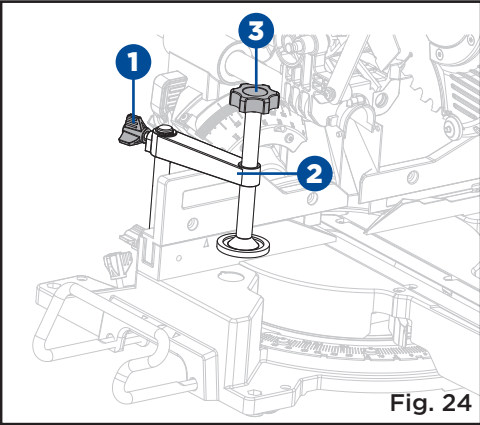

Fig. 24
**UTILISATION DE LA BRIDE DE RETENUE (Fig. 24)**
- Desserrez la molette (1) située sur le côté de la bride de retenue (2), déplacez-la vers le haut ou le bas dans la position souhaitée.
- Tournez la molette (3) pour un léger réglage.